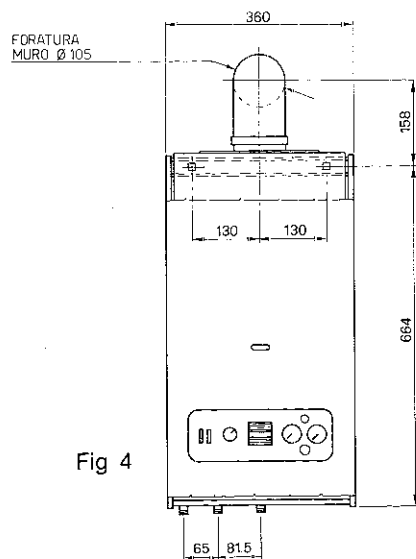

Fig 4
- Praticare nel muro un foro \varnothing 105 mm con pendenza verso l'esterno dell'1% secondo le figure 4 - 5